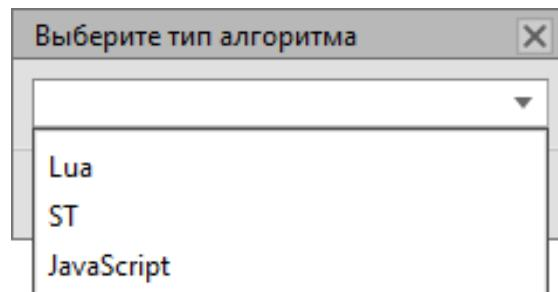

Рисунок 161 - Тип алгоритма
2. Выберите из выпадающего списка тип алгоритма и нажмите **OK** (Рисунок 161).